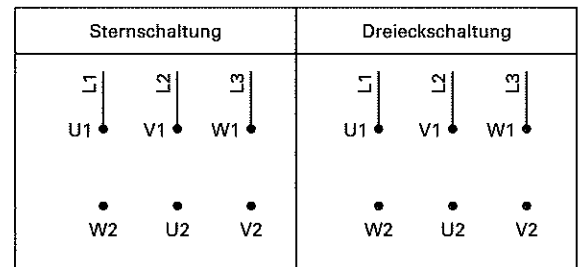

Bild 2: Klemmbretter
3. In der Praxis werden die einzelnen Motorwicklungen durch Kontaktbrücken am Klemmbrett miteinander in Stern oder Dreieck geschaltet. Ergänzen Sie die beiden Klemmbretter (**Bild 2**) um die Kontaktbrücken für die jeweilige Schaltung.